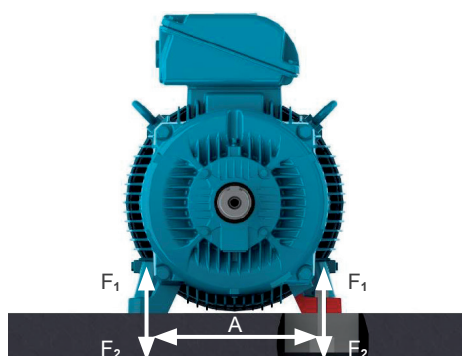

Figura 6.3: Motor instalado sobre base de concreto
Os esforços do motor sobre a fundação podem ser calculados pelas equações (ver Figura 6.3 na página 184):
- Bases metálicas: mais comuns para motores de pequeno porte (ver Figura 6.3 na página 184).